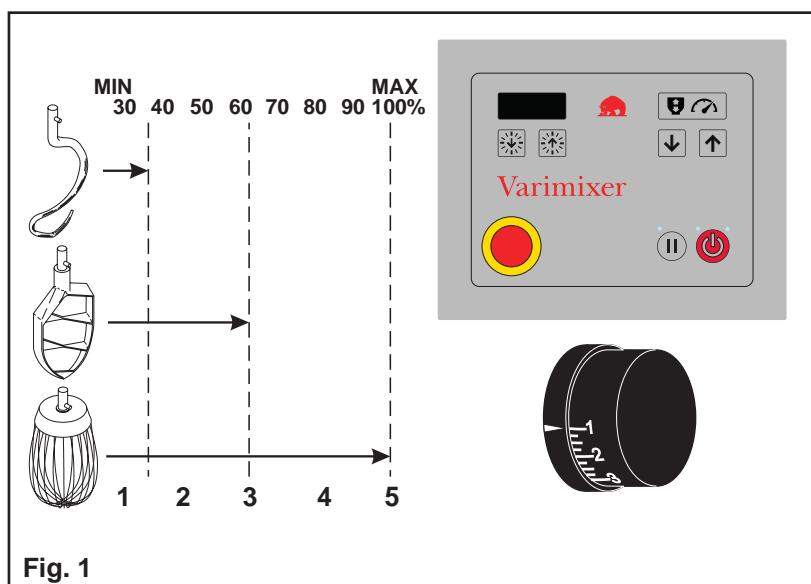
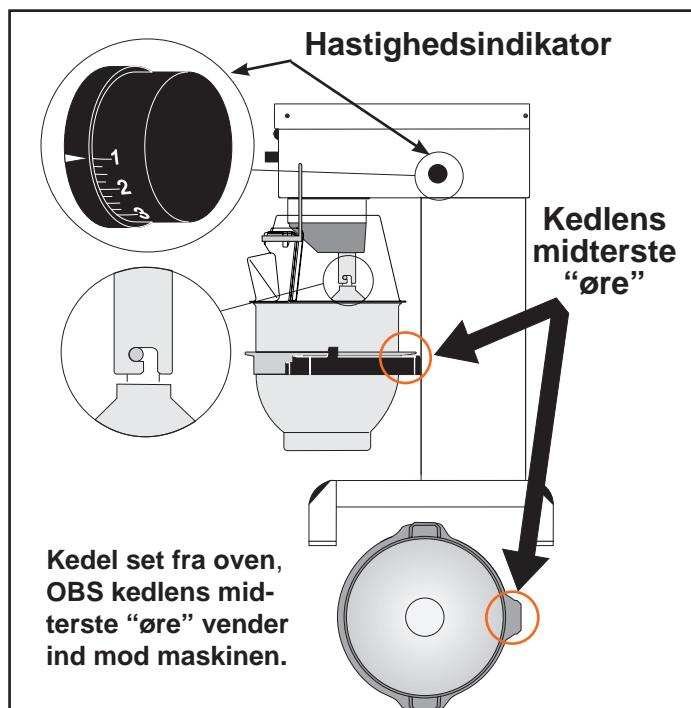

Fig. 1
Fig. 2
- B **OBS:** kedelarmene skal være i laveste stilling. Kedel placeres i kedelarmene. Kontroller at kedlen er skubbet helt tilbage i armene og at kedelringens midterste "øre" vender ind mod maskinen (**fig. 2**). Røreværktøjet placeres i bajonetakslen. Tappen på værktøjet skal drejes helt ind i bajonethullet. Sikkerhedsskærmens lukkes
- F Tryk på og til den ønskede hastighed er fundet, hastigheden aflæses på indikatoren på maskinens side (fig.2). Se også "Anbefalede max. hastigheder" (fig.1).